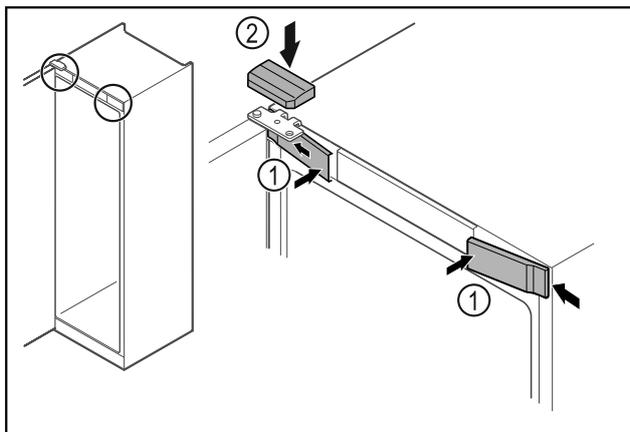

Fig. 27
- Zaháknite predné kryty Fig. 27 (1) naboku a zaistite ich.
- Zaistite horný kryt Fig. 27 (2) zhora.